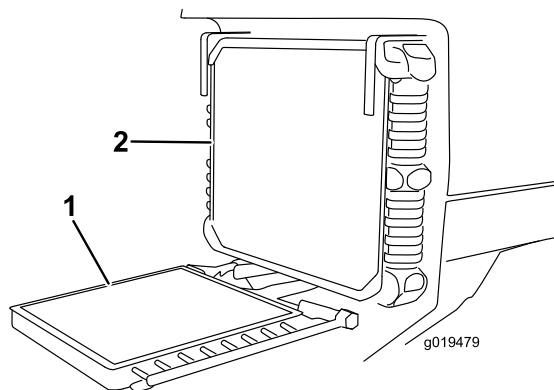

図 74
3. オイルクーラのノブをゆるめてクーラを後ろに傾ける 図 74。オイルクーラとラジエターの裏表を圧縮空気ですべて丁寧に清掃する。水を使用しないことフードを明け機体後部に向けてゴミを吹き飛ばす清掃が終了したらオイルクーラを元に戻しノブを締める